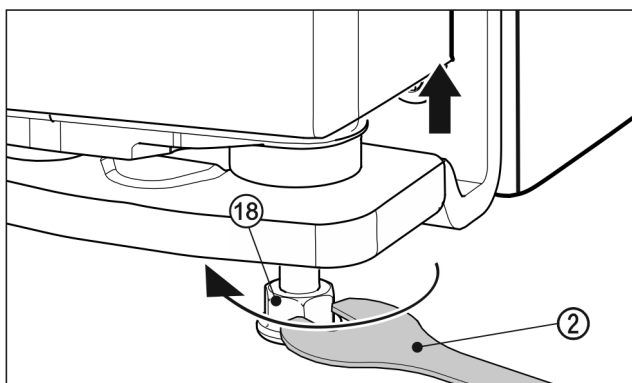

Fig. 25
- Чтобы поднять дверцу, выверните вправо установочную опору Fig. 25 (18) с помощью прилагаемого вильчатого ключа Fig. 25 (2) до соприкосновения с полом. Затем продолжите выворачивание, пока дверь не будет отрегулирована по высоте. При поставке опорный палец полностью вкручен.